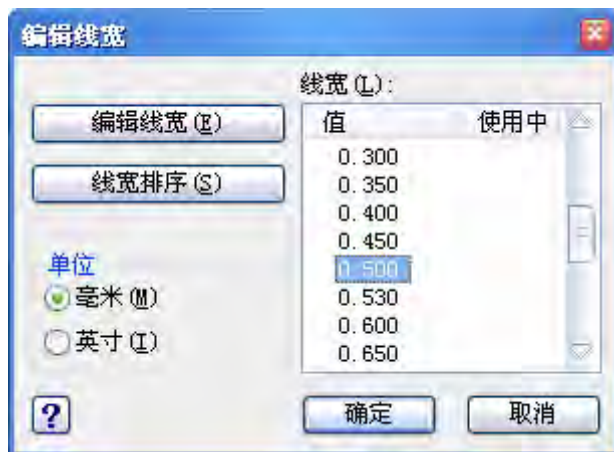

图 11-19 颜色所对应的“线宽”设为 0.5
2) 在打印出图时通过制定各种颜色画笔的线宽来控制。如果想要最终图纸上的某条线的线宽为 0.5mm, 则需在“打印样式编辑器”对话框中的“编辑线宽”标签页如图 11-19 中, 将该线的颜色所对应的“线宽”设为 0.5。